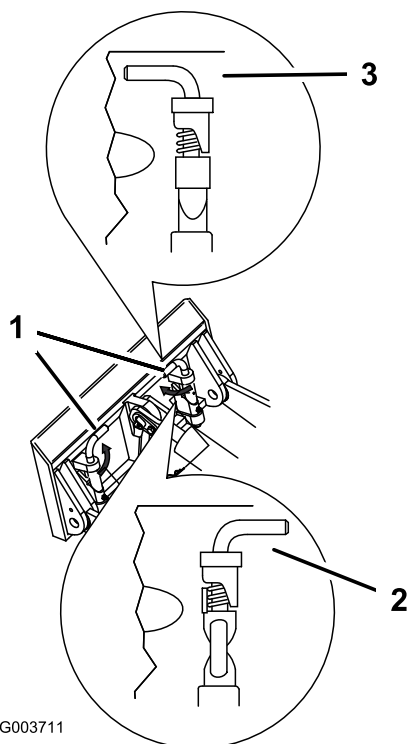

Figura 33
7. Inserite i perni ad attacco rapido, verificando che siano completamente inseriti nella piastra di appoggio (Figura 33).